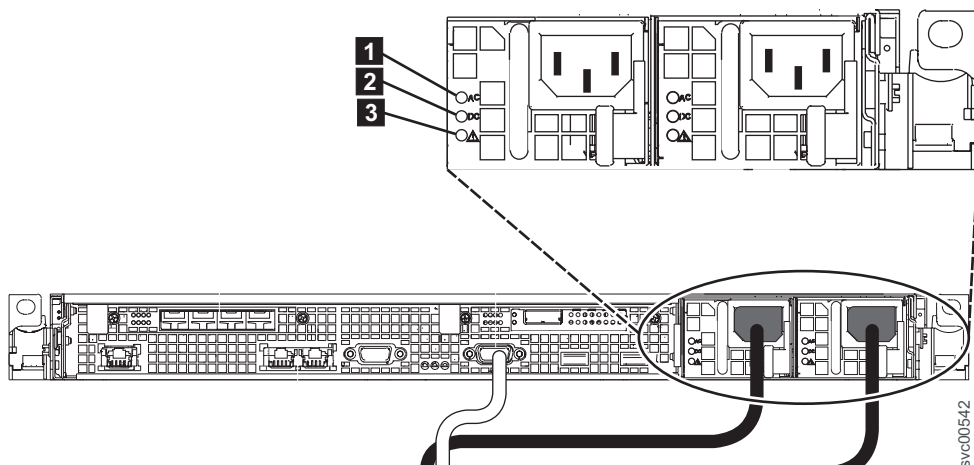

図 154. SAN ボリューム・コントローラー 2145-CG8 または 2145-CF8 AC LED、DC LED、および電源エラー LED
5. 各電源機構の電源コード・コネクタの左側で、AC 電源 LED (191 ページの図 154 の **1**) および DC 電源 LED (**2**) が点灯していることを確認します。